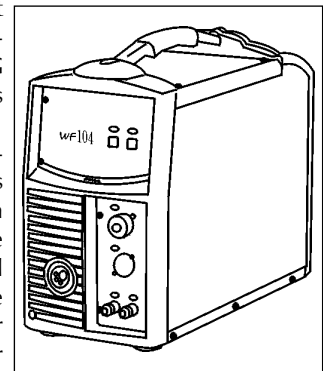

Abb. 5
2.2.1 Drahtspeiser WF104 (Abb. 5)